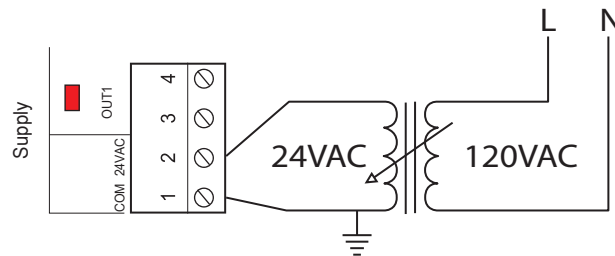

Figure 14 - Raccordement de la source d'alimentation 24VAC
- Figure 14 - Raccordement du 24 V
Le régulateur ProLon C1000 est alimenté par une source de 24 VAC. Le raccordement s'effectue entre la borne «COM» et la borne 24VAC (voir figure 14). Il faut noter que tous les communs des entrées et des sorties convergent vers le commun de l'alimentation (exception : si une sortie est passive, le commun de cette sortie ne correspond pas au commun de l'alimentation). Toutes les sources d'alimentation des sorties proviennent aussi de la source d'alimentation du régulateur.